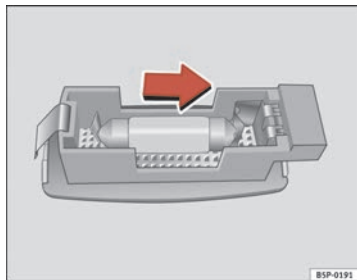

Fig. 179 Desmontaje luz del parasol
- Retire la luz con cuidado, utilizando el destornillador por su parte plana, tal como indica la figura ⇒ fig. 179.
- Retire la lámpara, moviéndola en el sentido de la flecha y hacia afuera ⇒ fig. 179.